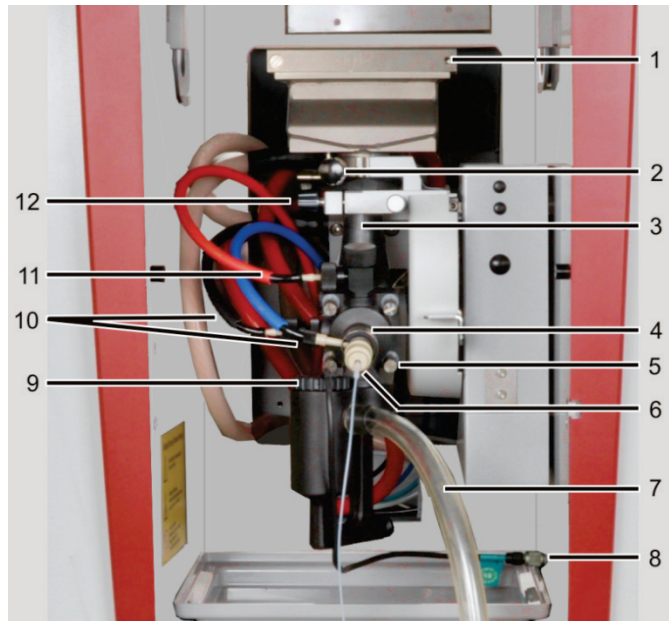
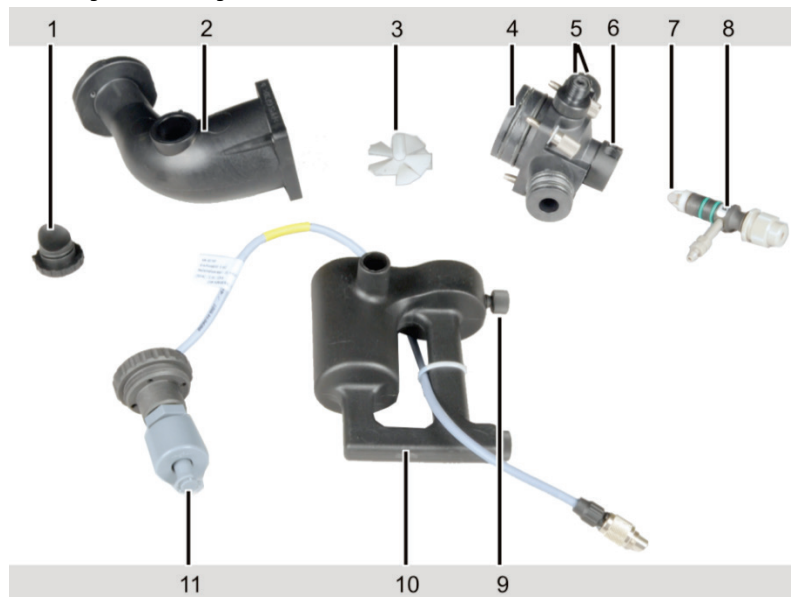
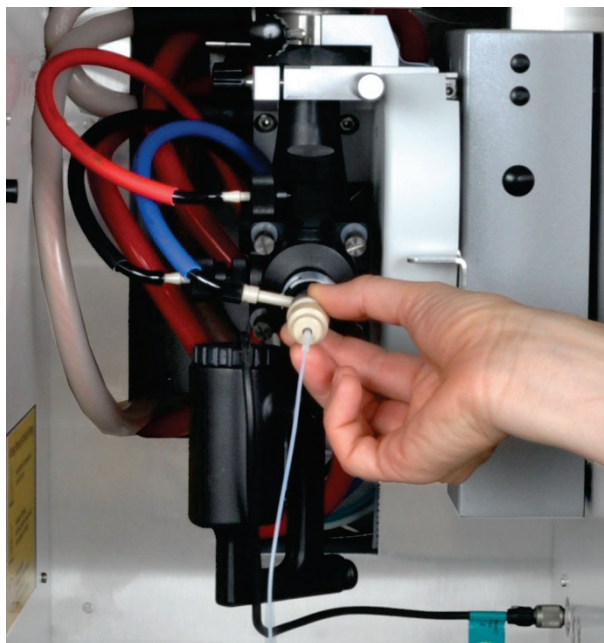

Fig. 60 Desmontar y desarmar el sistema mechero-pulverizador
Fig. 61 Cámara de mezcla y pulverizador desmontados para la limpieza
Fig. 62 Extracción del pulverizador de la cámara de mezcla
1. Afloje el tornillo de bloqueo (2 en Fig. 60, pág.101) en el mechero y retire el mechero de la base.
2. Desenrosque las uniones roscadas de mangueras de la cabeza de la cámara de mezcla y del pulverizador (10, 11 en Fig. 60) y retire la manguera de aspiración de muestras del pulverizador.
3. Gire el anillo de bloqueo del pulverizador (4 en Fig. 60) para que se abra el cierre. Extraiga el pulverizador de la cámara de mezcla sujetándolo de la ranura (Fig. 62).
4. Desenrosque y retire el cable del sensor del sifón de la conexión en la pared del compartimento de muestras (8 en Fig. 60).
5. Retire la manguera de desagüe de la boquilla de desagüe del sifón (7 en Fig. 60).
7. Desenrosque la pieza del sensor del sifón, saque el sensor del sifón (11 en Fig. 61).
8. Sujete el sistema, desatornille el tornillo moleteado en el estribo de sujeción del tubo de la cámara de mezcla (12 en Fig. 60), mueva el estribo de sujeción hacia atrás y extraiga el sistema.
9. Retire el tapón de seguridad (1 en Fig. 61) de la cámara de mezcla.
10. Afloje las cuatro uniones roscadas de la cámara de mezcla (5 en Fig. 60) y desarme la cámara de mezcla en sus piezas (cabezal y tubo de cámara).
11. Saque la aleta mezcladora (3 en Fig. 61) del tubo de la cámara.
12. Desenrosque las conexiones de gas para gas de combustión y oxidante adicional (5 en Fig. 61) de la cabeza de la cámara de mezcla.
2. Girar ligeramente la bola de impacto (7 en Fig. 61, pág. 101) y sacarla del pulverizador. En caso de que la bola de impacto quede inmovilizada, volver a depositar el pulverizador durante varios minutos en el baño de ultrasonido.
2. Sujete la aleta mezcladora por el mango (3 en Fig. 61 pág.101) y colóquela en el tubo de la cámara de mezcla. Fíjela ejerciendo una ligera presión.
3. Conecte las piezas de la cámara de mezcla (tubo y cabezal), alinee los lados y atorníllelas (2,4 en Fig. 61). Comprobar la posición correcta de los anillos obturadores.
4. Enrosque el sensor del sifón (11 en Fig. 61) en el sifón. Inserte el sifón en el cabezal de la cámara, de tal manera que el contenedor del flotador señale hacia adelante de manera oblicua (ver posición en Fig. 60 pág.101). Fije el sifón con el tornillo de tope (9 en Fig. 61).
5. Inserte el tapón de seguridad (1 en Fig. 61) en el tubo de la cámara.
6. Enrosque las conexiones para gas de combustión y oxidante adicional (5 en Fig. 61) en el cabezal de la cámara de mezcla con anillos obturadores.
7. Introduzca el pulverizador (8 en Fig. 61) en el cabezal de la cámara y fíjelo con el anillo de bloqueo (6 in Fig. 61).
8. Fije el sistema pulverizador-cámara de mezcla en la unidad de ajuste de altura en el compartimento de muestras con ayuda del estribo de sujeción (12 en Fig. 60). La marca tiene que quedar por encima del borde del dispositivo de sujeción. El plato del tubo de la cámara de mezcla debe estar colocado de manera uniforme en el dispositivo de sujeción. Atornille el tornillo moleteado en el estribo de sujeción.
9. Inserte el cable del sensor del sifón (8 en Fig. 60) en la conexión en la pared lateral del compartimento de muestras (prestar atención a la lengüeta) y atorníllelo.
10. Inserte la manguera de desagüe en la boquilla de desagüe del sifón (7 en Fig. 60). Introduzca la manguera de desagüe en la botella de residuos con pendiente continua.
12. Coloque el mechero en el tubo de la cámara de mezcla y gírelo a la posición de 0°. Fíjelo con el tornillo de bloqueo (2 en Fig. 60).
- Enrosque la manguera para gas de combustión (roja) en la boquilla arriba en la cabeza de la cámara de mezcla (11 en Fig. 60).
- Enrosque la manguera para oxidante (azul) en la boquilla del pulverizador (10 en Fig. 60).
- Enrosque la manguera para oxidante adicional (negra) en la boquilla a un lado de la cámara de mezcla (10 en Fig. 60).